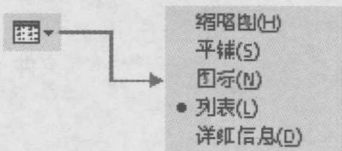

图 1.5
- 单击 按钮, 出现如图 1.5 所示的文件选项菜单, 可选相应命令。
- 勾选 以只读方式打开(R) 复选框, 可将所有文件以只读方式打开。